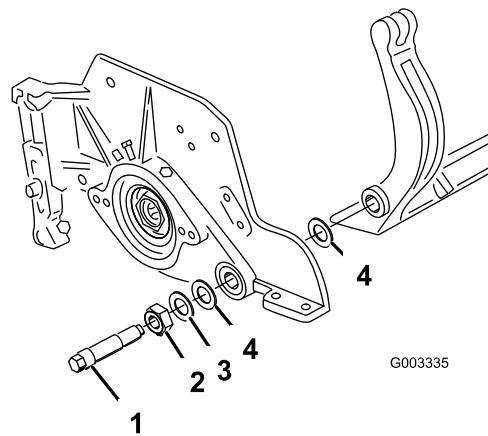

Figura 27
anilha de aço prensado de cada uma das extremidades da barra de apoio (Figura 27).
2. Fixe a barra de apoio a cada um dos lados da placa lateral com as cavilhas (porcas flangeadas nas cavilhas) e com as 6 arruelas. Deve colocar uma anilha de nylon em cada um dos lados da placa lateral. Coloque uma arruela de aço no exterior de cada uma das arruelas de nylon (Figura 27). Aperte os parafusos da barra de suporte a 37-45 Nm. Aperte as porcas de fixação até que a arruela exterior pare de rodar e a folga seja removida, mas não aperte demasiado ou danifica as placas laterais. As arruelas podem ter uma folga interna.